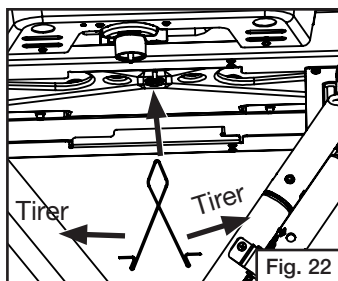

Fig. 22
- Écartez le support du récipient à graisse et insérez-le dans le trou d'égouttement placé au centre, dans le bas de la base du gril. (Fig. 22)